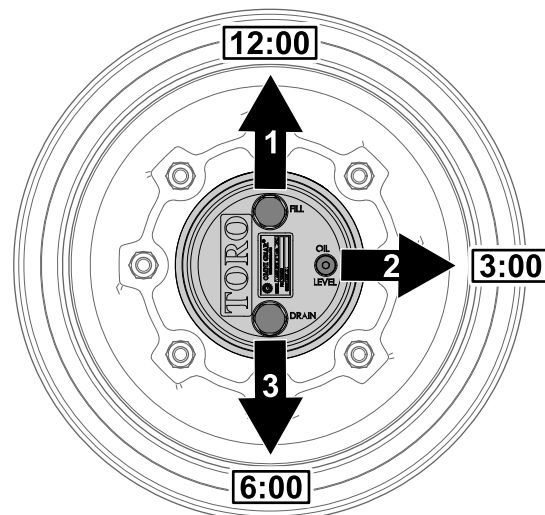

Figura 72
1. Aparque la máquina en una superficie nivelada y coloque la rueda de modo que el tapón de llenado se encuentre en la posición de las 12, el tapón de verificación en la posición de las 3 y el tapón de vaciado en la posición de las 6 (Figura 72).
2. Retire el tapón de verificación en la posición de las 3 (Figura 72).
- Aparque la máquina en una superficie nivelada, coloque la rueda de modo que el tapón de llenado se encuentre en la posición de las 12, el tapón de verificación en la posición de las 3 y el tapón de vaciado en la posición de las 6; consulte Figura 72 en Comprobación del lubricante de la transmisión planetaria \(página 75\).